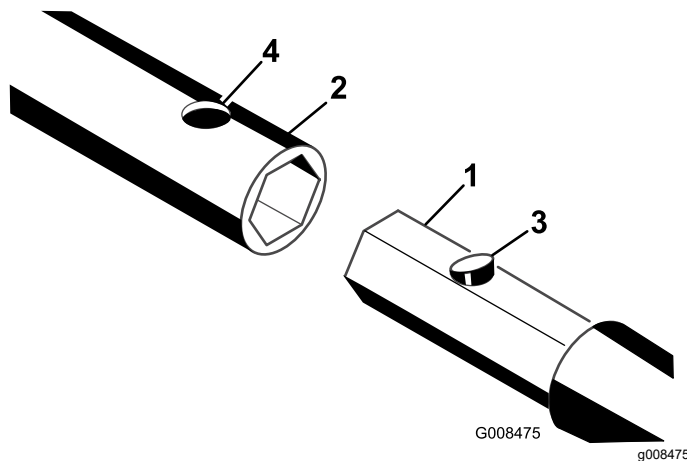

图 3
3. 将杆的六角轴、钻头或铰刀滑入套筒。将套筒上的孔与按钮式接头对齐 图 3。
4. 按下按钮式接头并将轴推入套筒直到接头卡入套筒中的孔中 图 3。